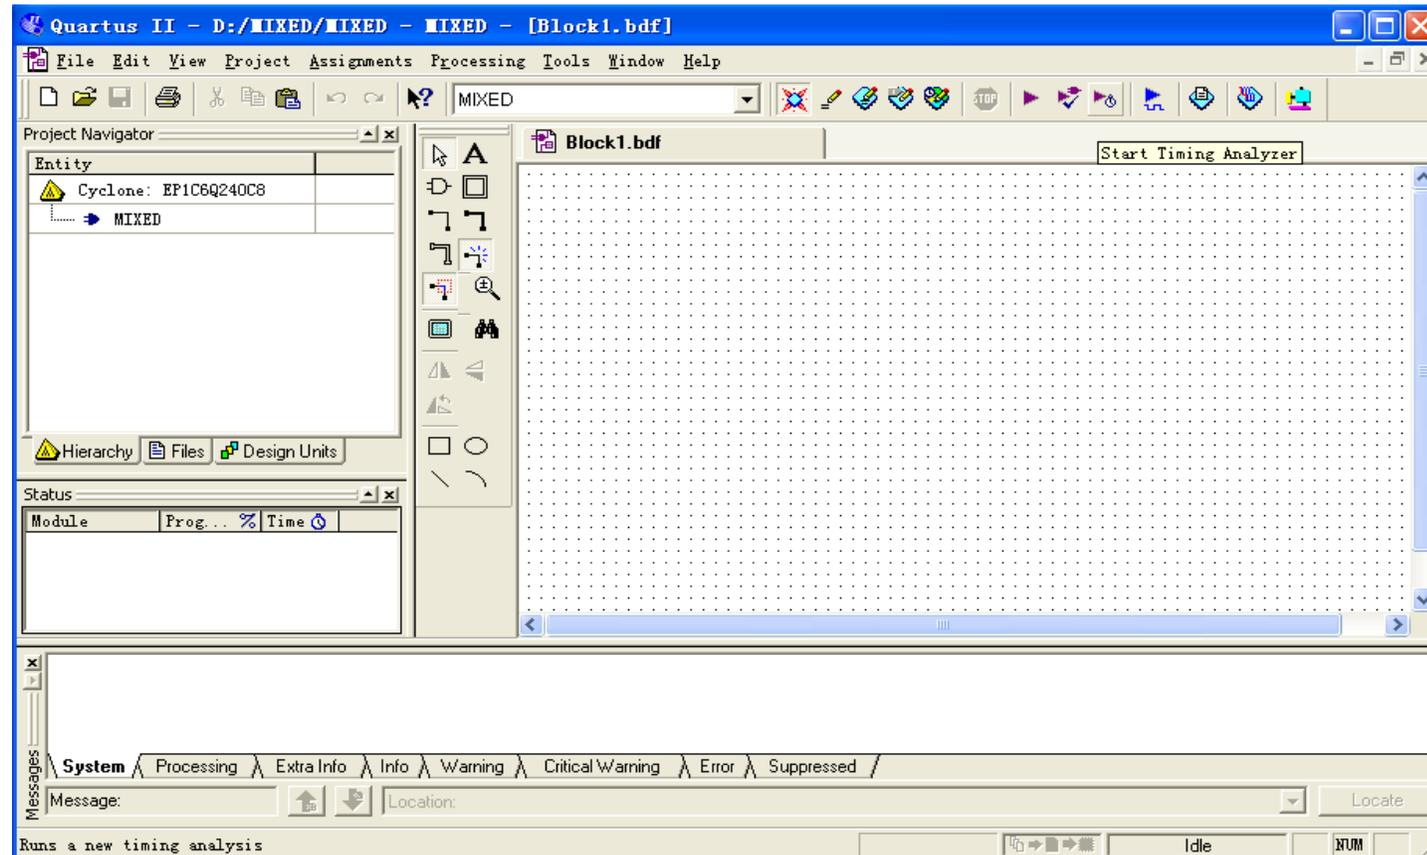
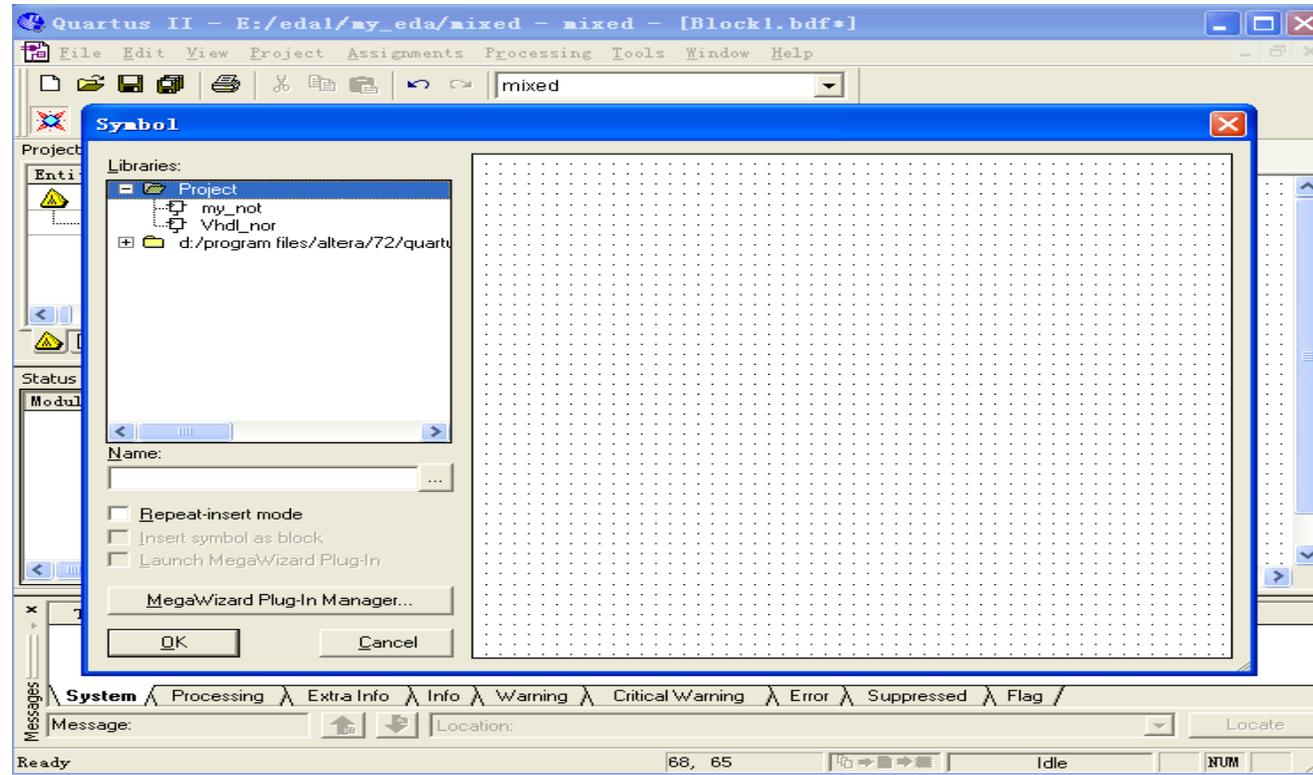
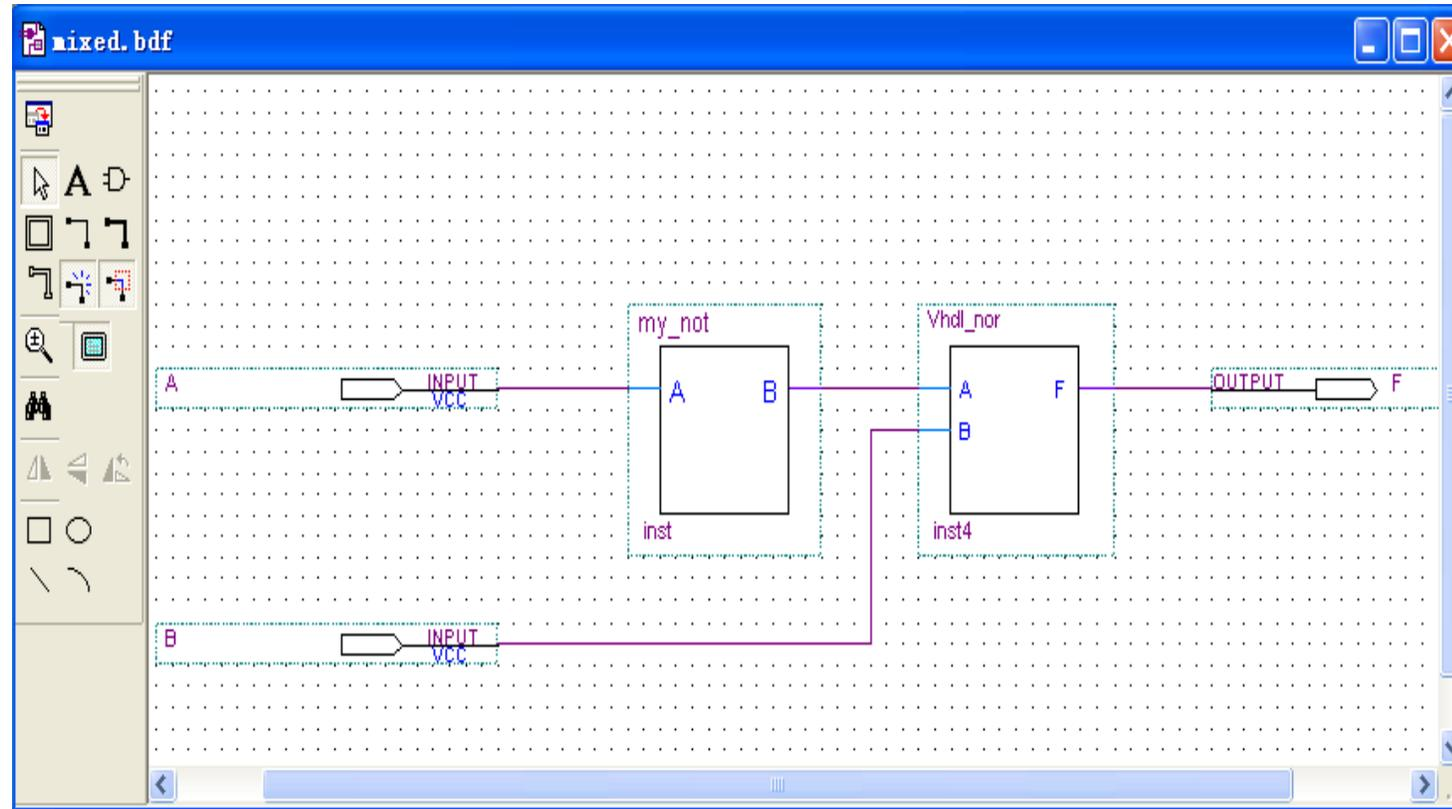

图1.37 建立MIXED工程项目窗口
图1.38用户工作库窗口
图1.39 完成后的mixed原理图
- 1) 建立名为MIXED的工程项目并进入原理图编辑器窗口，如图1.37所示。
- 2) 打开用户工作库。在图1.37中原理图编辑器的编辑窗口的空白处双击鼠标左键，从弹出的器件库选择窗口中点击Project打开用户工作库，可以看到前面生成的二个器件my\_not和my\_nor如图1.38所示。
- 3) 完成原理图编辑。在图1.38中，选择my\_not、my\_nor、input、output部件，完成原理图编辑，如图1.39所示。